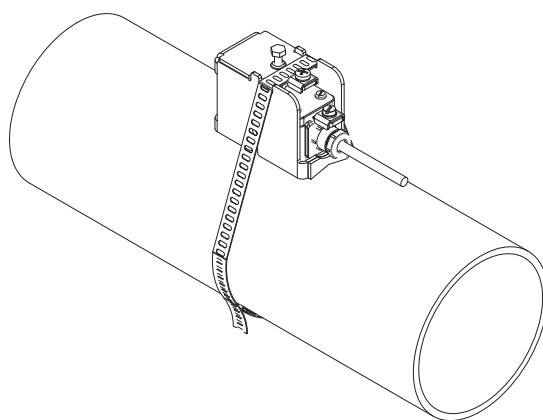

Abb. 6.4: Montierter Sensor im Sensorschuh
- Legen Sie das Spannschloss auf die Ihnen zugewandte Rohrseite und führen Sie das Spannband um das Rohr herum (siehe Abb. 6.4).